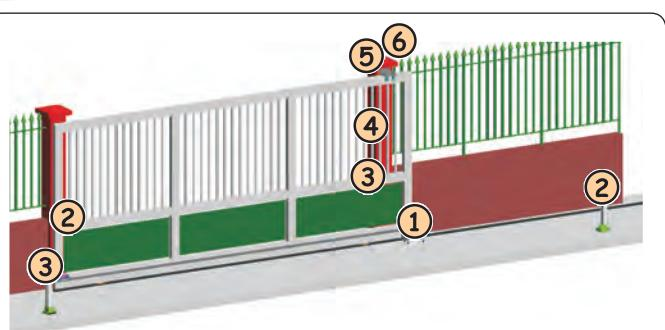

Abb. 3
4. Die Kabel für den Anschluss an die Zubehörteile und die Stromversorgung laut Abb. 3 verlegen.